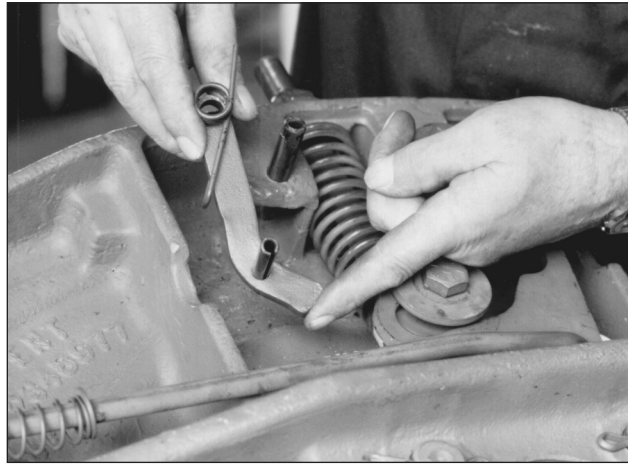

FIGURA 11
2. Ensamble el cerrojo secundario en el resorte de torsión (*Item 21*) y colóquelo en su posición. Asegúrese que el extremo abierto del resorte mire hacia las costillas de la aleta (V. Figura 11).